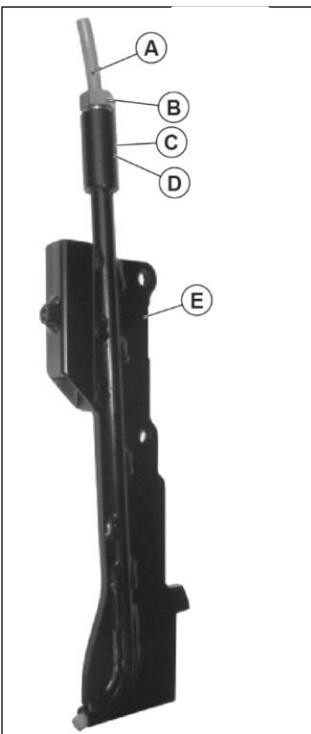

Fig. 4
- Insérer dans la structure de l'ailette (E)
- dans l'ordre suivant : la bague OR (D)
- l'entretoise (C) et la douille filetée. (B)
- En gardant la douille légèrement desserrée, insérer le tuyau flexible (A) jusqu'à ce qu'il déborde de la partie inférieure d'environ 5 mm. Ensuite, serrer la douille filetée à l'aide d'une clé n° 17 et bloquer le tuyau. La Fig. 4 montre le l'ailette correctement assemblée.